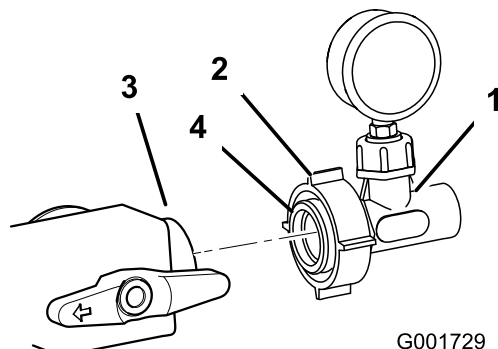

Figure 16
16. Graissez légèrement le joint torique de l'adaptateur avec du lubrifiant qui n'est pas à base de pétrole, comme de l'huile végétale (Figure 16).
17. Posez l'ensemble manomètre sur l'ouverture dirigée vers l'avant du distributeur de commande monté précédemment (Figure 16). Serrez l'écrou en plastique pour fixer l'ensemble sur le distributeur.